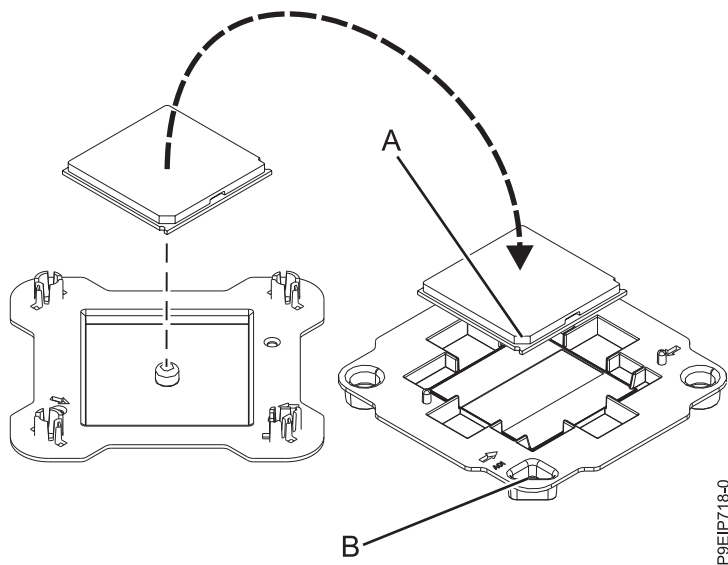

Figure 68. Positionnement du module de processeur système dans le bac de transport
12. Saisissez avec soin le module de processeur système que vous avez remplacé par les côtés et ôtez-le du couvercle de transport. Alignez l'angle biseauté du module (**A**) avec l'angle du bac comportant un trou en forme de triangle (**B**) et placez-le dans le bac, comme illustré dans la figure 68.